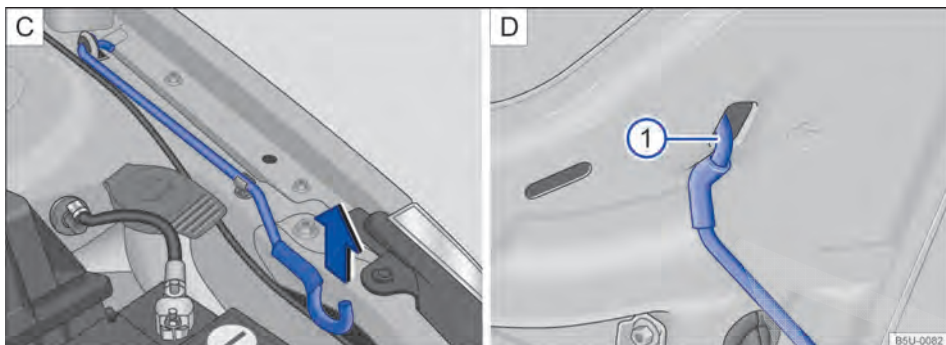

Fig. 150 C Haste de sustentação da tampa do compartimento do motor. D Tampa do compartimento do motor apoiada na haste de sustentação.
- Retirar a haste de sustentação do suporte no sentido da seta → Fig. 150 C e posicioná-la na abertura na tampa do compartimento do motor → Fig. 150 ① D.
- Retirar a haste de sustentação do furo → Fig. 150 ① D e encaixá-la no suporte do fecho → Fig. 150 C.